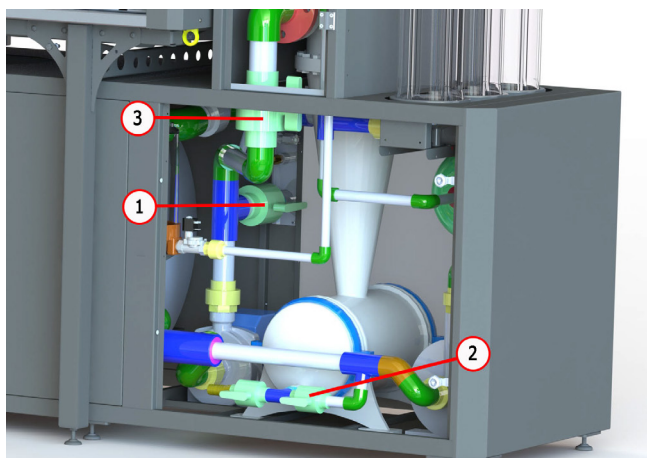

Рисунок 48
2. Відкрийте крани 1, 2 і закрийте кран 3 см. рис. 48.